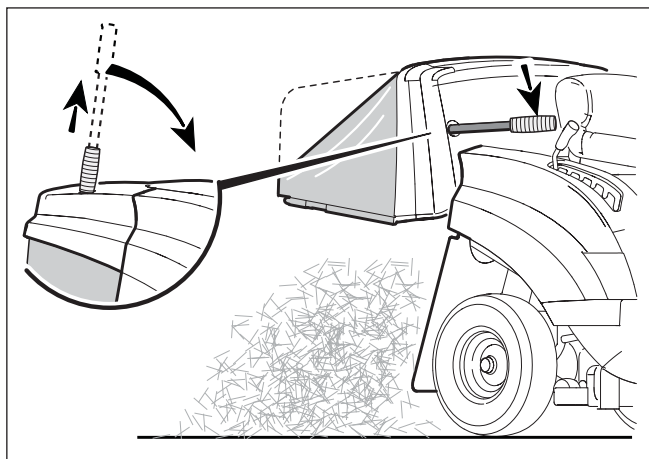

Figura 17
1. Estrarre e ruotare in avanti la maniglia del dispositivo di insaccatura dell'erba fino a quando esso non sia completamente aperto sul fondo (vedere **Figura 17**).